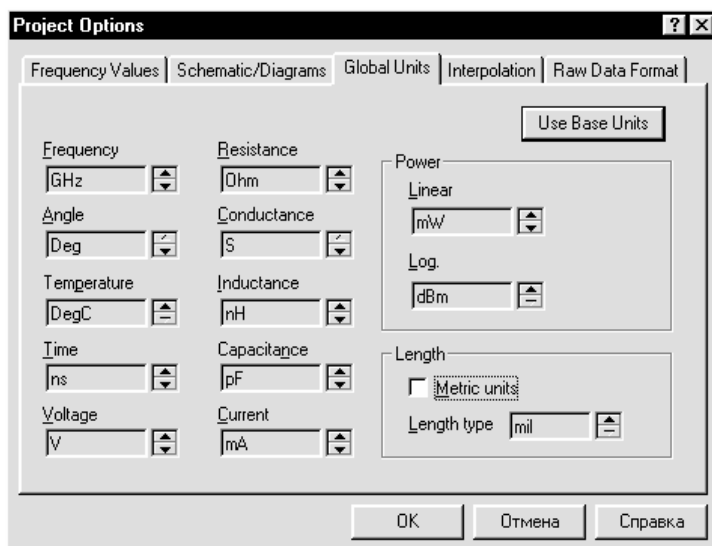

Рис. 2.1
3. Установите нужные единицы измерения, щёлкая по стрелкам, справа от поля ввода соответствующей единицы так, чтобы они соответствовали показанным на рис. 2.1,